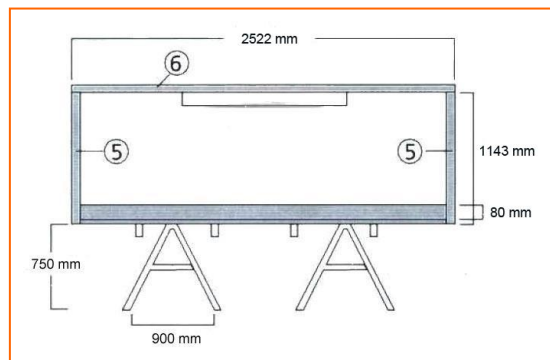

Bild 4
- 2 Senkrechtstreben: max. 40 × 80 × 1143 mm (siehe Bild 4, Nr. 5)
- 1 Querstrebe: max. 40 × 80 × 2522 mm (siehe Bild 4, Nr. 6)
Wie in Bild 4 dargestellt die Senkrechtstreben an der kurzen Außenseite der Spielfeldbegrenzung zentriert ausrichten, mit Schraubzwingen festklemmen und festschrauben. Am besten zu zweit die Querstrebe auf den zwei Senkrechtstreben anbringen. Die Leuchtstoffröhre in der Mitte der Querstrebe befestigen (z.B. mit Ketten).